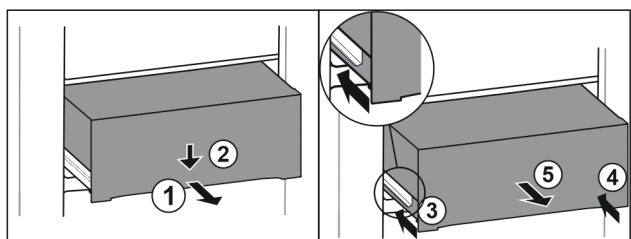

Fig. 155
- ▶ Tõmmake sahtel pooleldi välja. Fig. 155 (1)
- ▶ Vajutage sahtlit esiküljelt allapoole. Fig. 155 (2)
- ▶ Lükake vasakut siini 2 cm sisse. Fig. 155 (3)
- ▶ Lükake paremat siini 2 cm sisse. Fig. 155 (4)
- ▶ Võtke sahtel ettepoole välja. Fig. 155 (5)